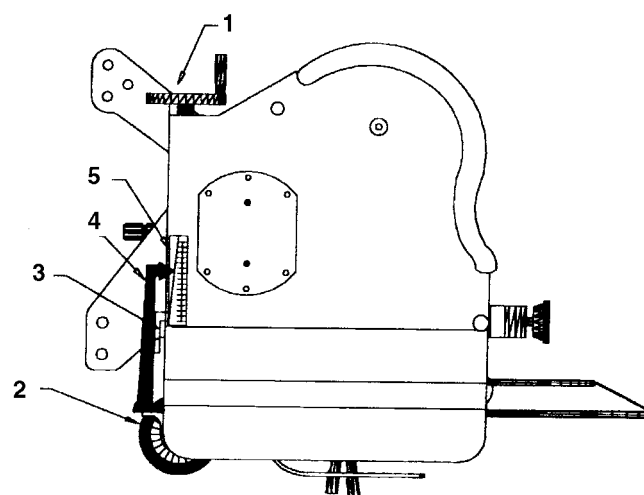

Fig. 14
- (a) Verificare che la spina di fissaggio sia completamente rilasciata e bloccata sull'alberino della presa di forza che fissa il collegamento (Fig. 14).